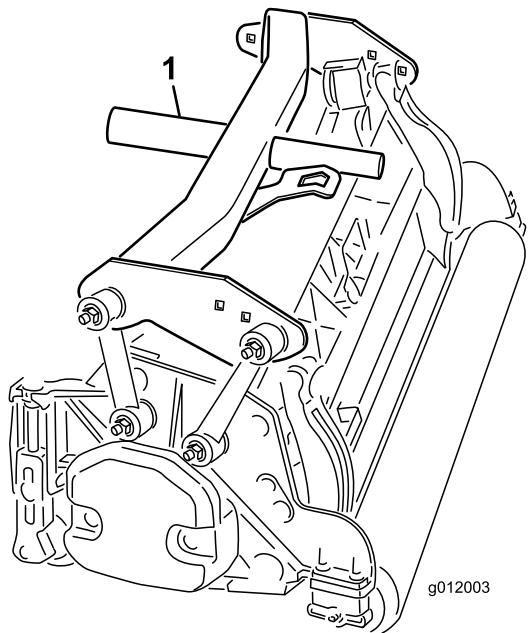

図 18
4. 後キャリアフレーム（図 18）を後カッティングユニットに載せる。